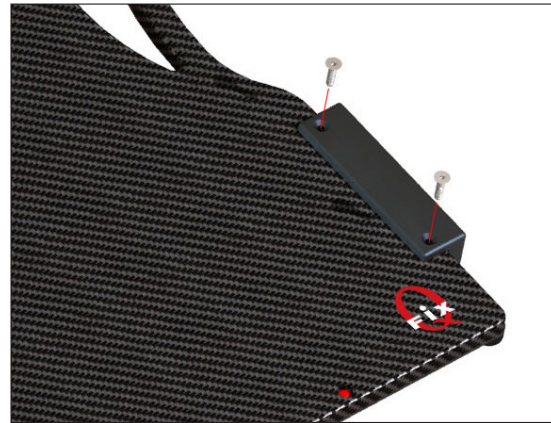

Abb. 7
2. Wiederholen Sie die Montage für den gegenüberliegenden Adapter. (Abb. 7).